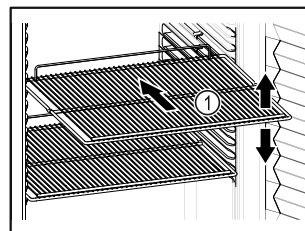

Fig. 54
- Hvis oppbevaringshyllene Fig. 54 (1) kan flyttes, juster etter høyden.